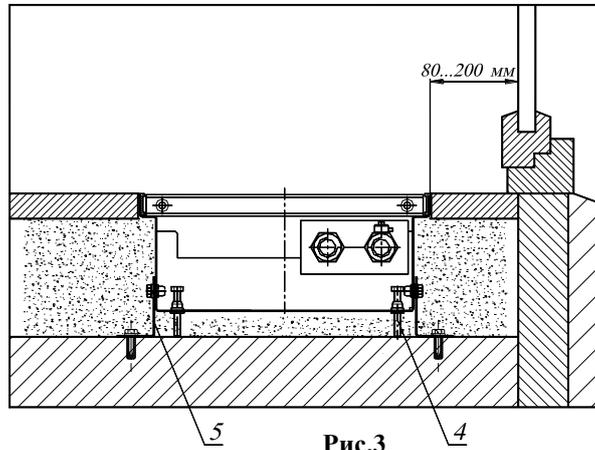

Рис.3
6.2. Конвектор монтируется в пол, для этого необходимо установить конвектор или его секции в заранее подготовленный канал в полу и выставить их по уровню пола, с помощью упорных болтов 5. Для конвектора длиной более 3 м соединить секции конвектора между собой болтами с гайками. Закрепить конвектор опорами 6 к черновому полу (см. Рис.3).